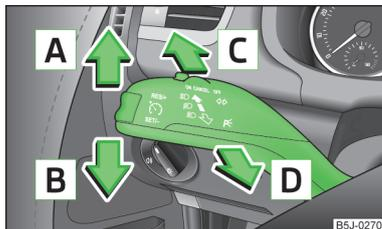

Abb. 42
- Den Blinkerhebel » Abb. 42 auf Seite 59 zum Lenkrad ziehen und gleichzeitig nach unten schieben und in dieser Stellung halten.
- Den Blinkerhebel » Abb. 42 auf Seite 59 zum Lenkrad ziehen und gleichzeitig nach oben schieben und in dieser Stellung halten.
**Bedienungshebelstellungen » Abb. 42.**
- Den Bedienungshebel » Abb. 42 auf Seite 59 nach oben bzw. nach unten drücken - das Standlicht auf der rechten bzw. linken Fahrzeugseite wird eingeschaltet.